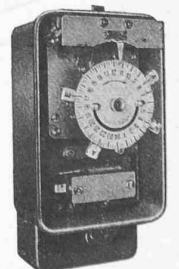

Fig. 5.
7. Il convient de mentionner encore les *horloges à contact* (fig. 5), en outre les *interrupteurs de commande à distance* et les *relais spéciaux* destinés aux applications les plus variées, ainsi que les *interrupteurs à flotteur* pour le maintien du niveau dans des dépôts d'huile ou réservoirs d'eau, etc.